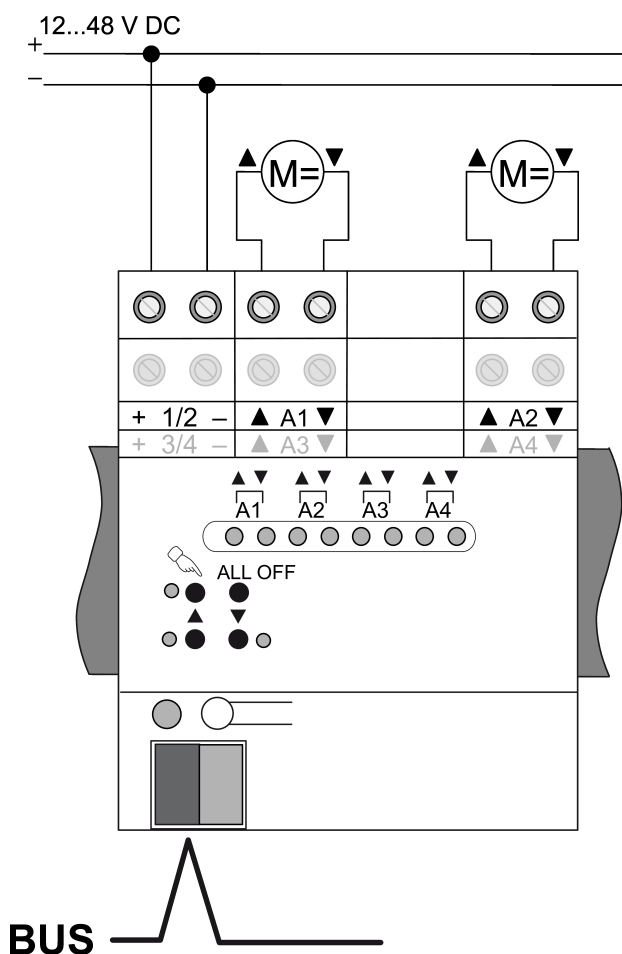
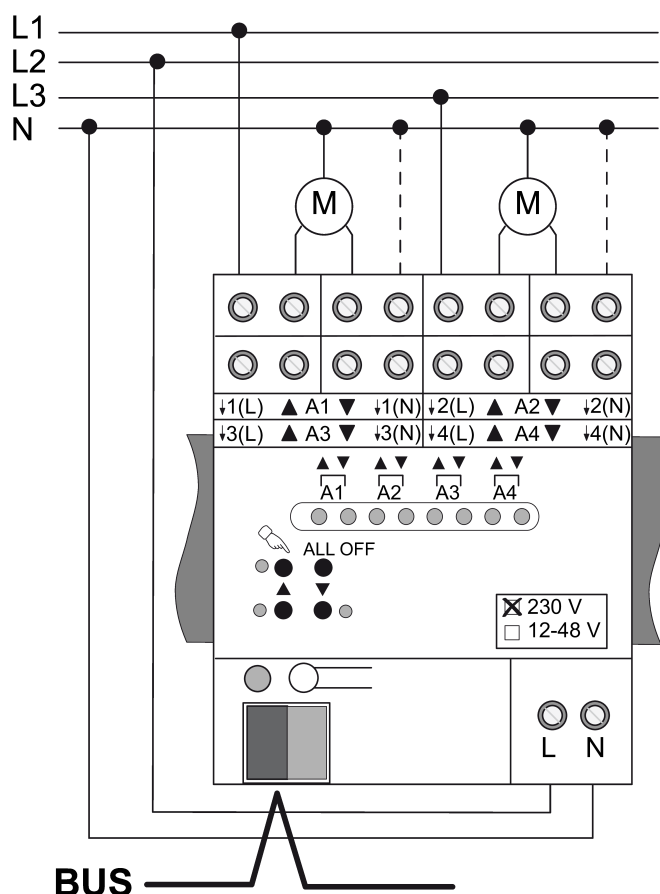

рисунок 3: Пример подключения исполнительного элемента жалюзи постоянного тока
рисунок 4: Подключение шины и сетевого напряжения
- Подключите кабель шины к соединительной клемме KNX, соблюдая правильное расположение полюсов (см. рисунок 3), (см. рисунок 4).
- Подключите питающее напряжение к клеммам 1/2 или 3/4 (см. рисунок 3).
- Подсоедините двигатели к клеммам напряжения A1 ... A4 (см. рисунок 3).
- Подключите сетевое напряжение (см. рисунок 4).